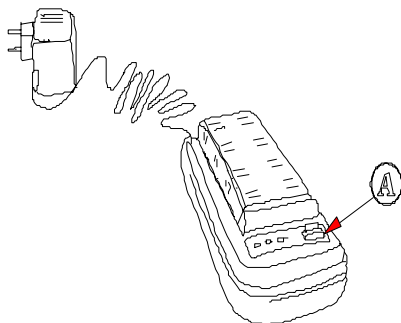

Figura 1.- Cargador de batería CB-410 y adaptador de red.
- 2) **Conviene descargar la batería, antes de realizar el proceso de carga**, para eliminar posibles cargas residuales. Para ello, pulsar el botón A situado en la parte derecha (ver figura 1). Entonces una pequeña luz amarilla se enciende y comienza la descarga. Cuando el proceso de descarga llega a su fin, el cargador comienza el proceso de carga automáticamente.